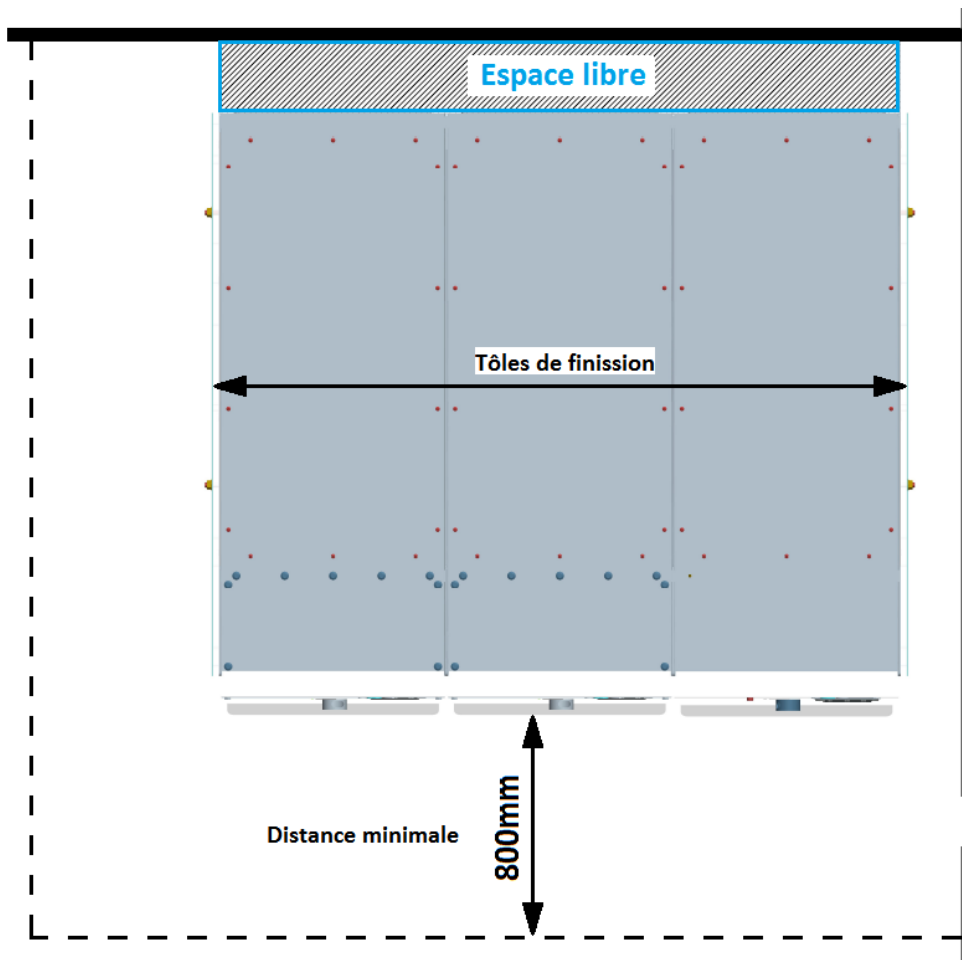

Figure 1: Vue en élévation du tableau installé
- Entre l'arrière des cellules et le mur du local d'installation, respecter un espace libre suffisant comme décrit dans Figure 1. Cette implantation correspond à un montage dont les tôles de fermetures latérales vont jusqu'au mur situé à l'arrière de l'installation. De cette façon, l'espace libre à l'arrière des cellules est complètement fermé.